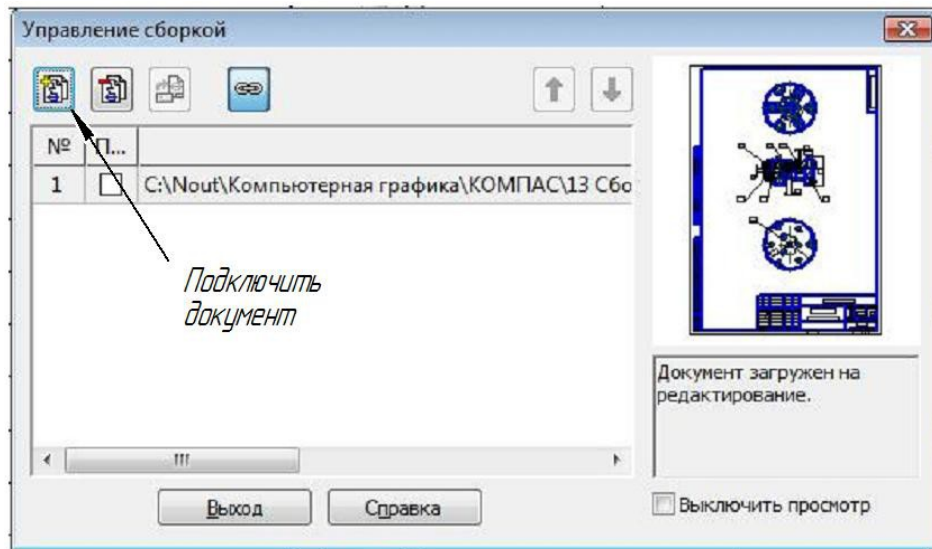

Рис. 4.23. Окно «Управление сборкой»
- ➔ В открывшемся окне активизируйте команду **Подключить документ** (рис. 4.23).